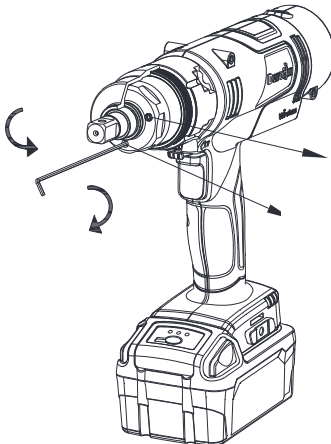

ABB. 4
3. Stellen Sie das Druckbegrenzungsventil mit dem Inbusschlüssel (2,0 mm) wie in ABB. 4 dargestellt ein, um den Öldruck zu erhöhen oder zu verringern. Drehen im Uhrzeigersinn erhöht das Drehmoment; drehen gegen den Uhrzeigersinn verringert das Drehmoment. Das Druckbegrenzungsventil nicht überdrehen.